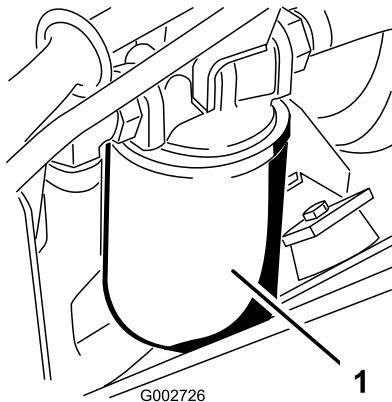

Figure 45
4. Placez un bac de vidange sous le filtre hydraulique situé du côté gauche de la machine (Figure 45).
7. Installez le filtre hydraulique (Figure 45) neuf en le vissant à la main jusqu'à ce que le joint touche la tête du filtre, puis serrez-le encore de 3/4 de tour.